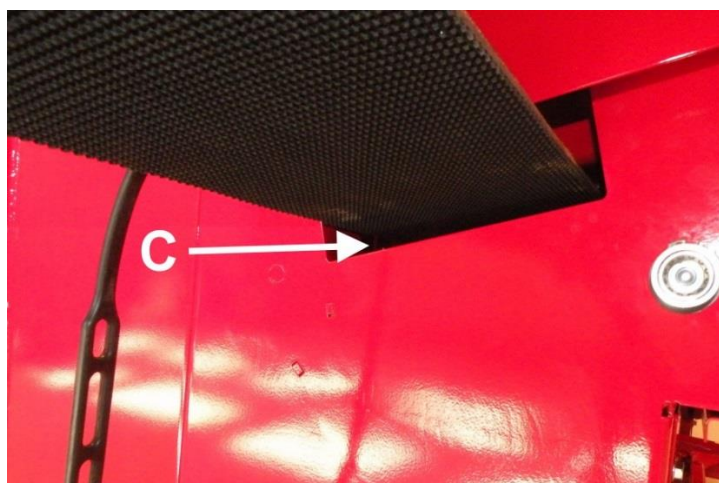

Рис. 28
6. Протягивайте новую ленту со стороны ведущего ролика подающего транспортера через отверстие В (Рис. 27) до тех пор, пока не вытащите ее с другой стороны С (Рис. 28). Внимание! при необходимости снимите защиту подающего транспортера в соответствии с инструкцией в гл. 4.5.